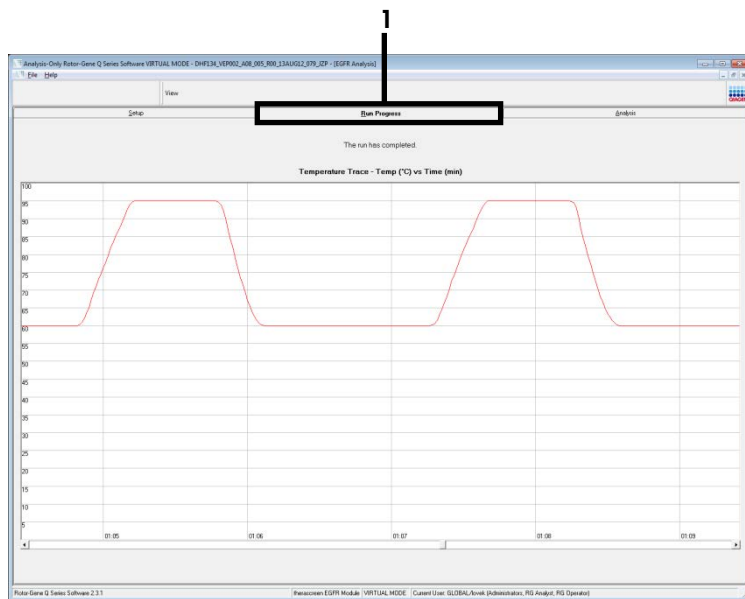

Figure 16. Onglet « Run Progress » (progression de l'analyse).
**Remarque :** lorsque l'analyse démarre, l'onglet « Run Progress » (progression de l'analyse) s'ouvre pour indiquer un suivi de la température et le temps restant de l'analyse (figure 16).